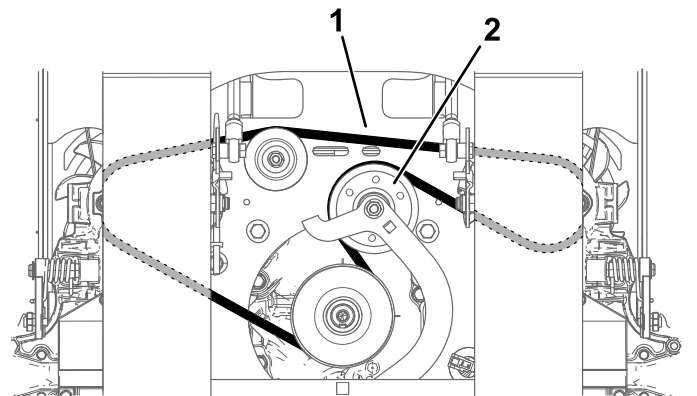

Bild 59
7. Nehmen Sie den Riemen ab (Bild 59).
9. Installieren Sie die den neuen Riemen und legen Sie ihn, wie in Bild 59 dargestellt, um die Scheiben.